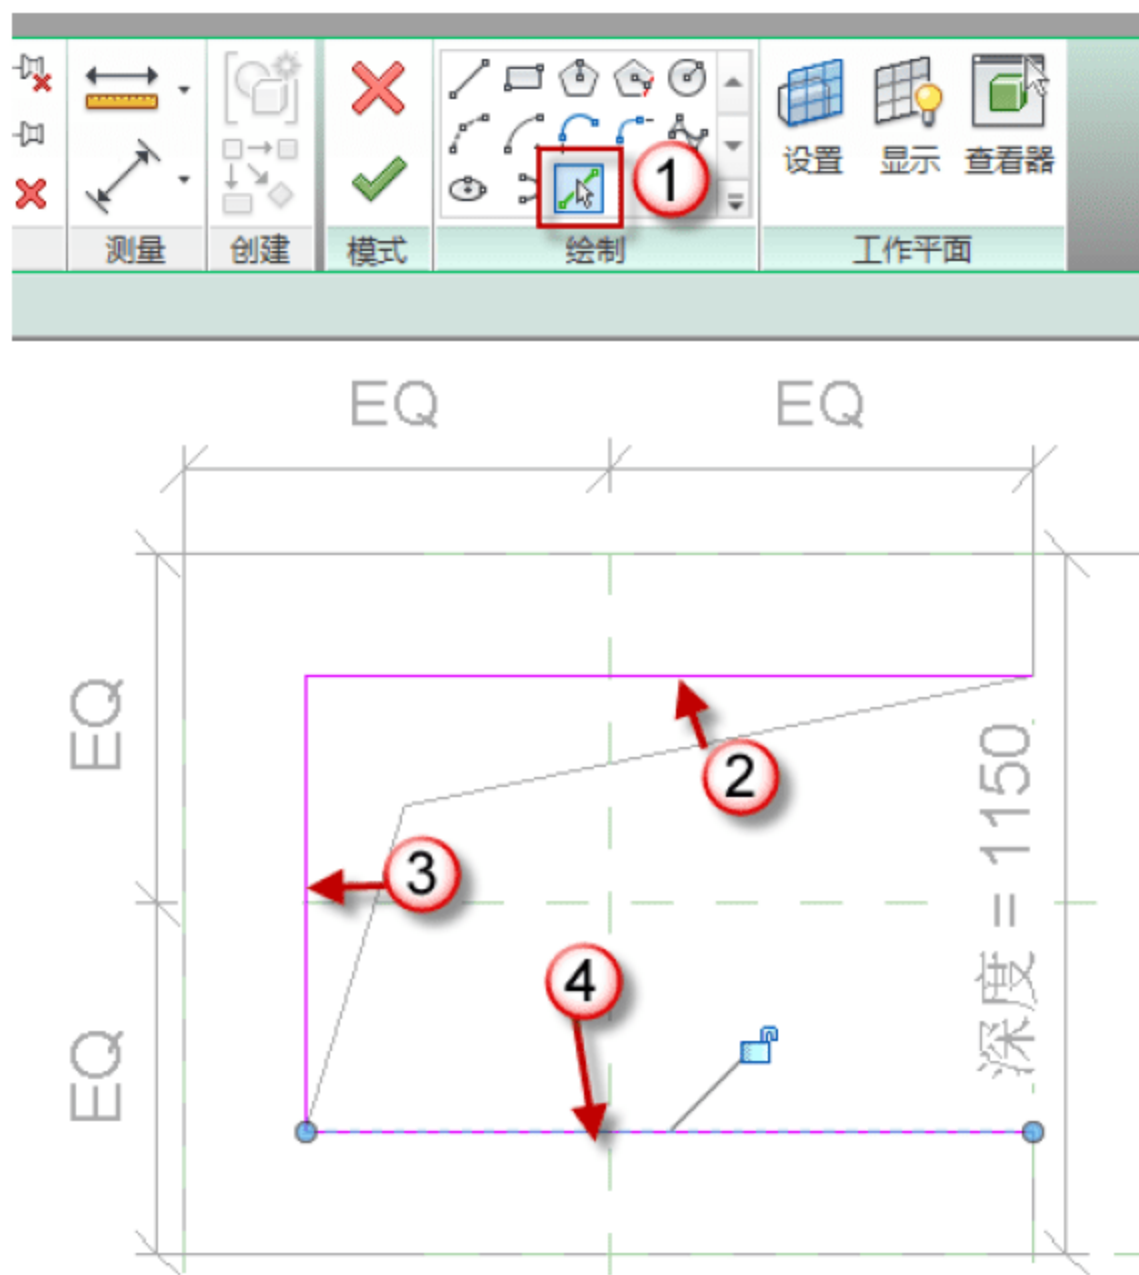
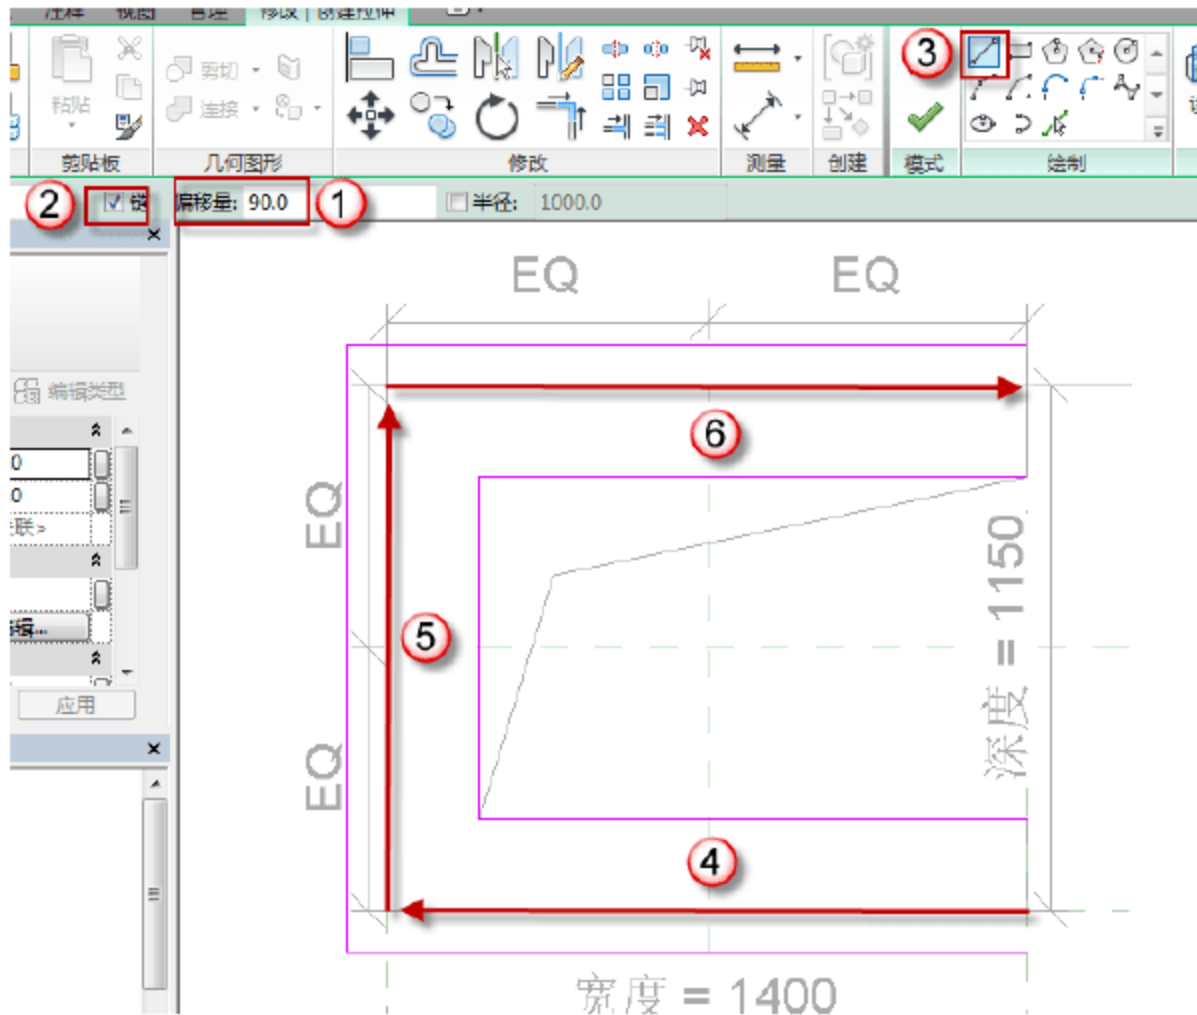
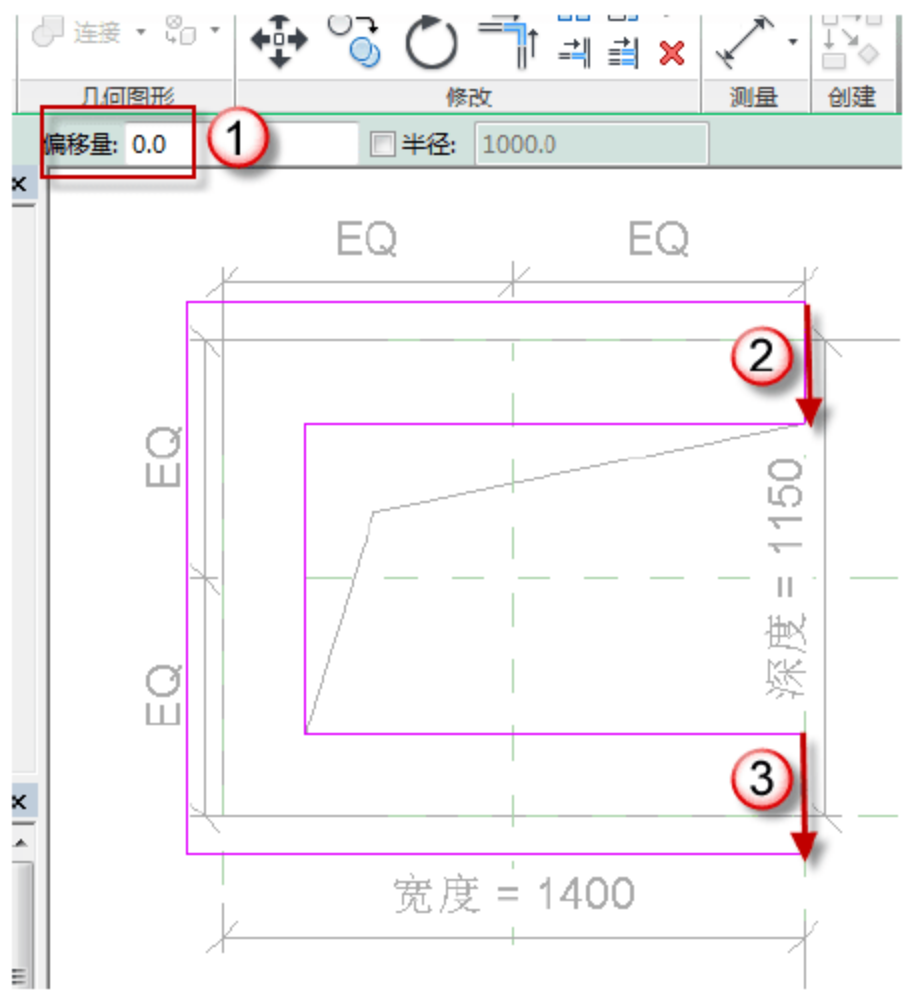

图 12.3.48 拉伸中间板
图 12.3.49 绘制外圈轮廓
图 12.3.50 闭合轮廓线
(12) 拉伸中间的板。选择“创建”→“拉伸”命令，选择“拾取线”绘图形式，依次拾取中间的镂空部分，如图 12.3.48 所示。然后在“偏移量”后输入“90”，选中“链”复选框。选择“直线”绘图方式，再依次绘制外圈轮廓，如图 12.3.49 所示。最后将偏移量改为“0”，将其闭合，如图 12.3.50 所示。